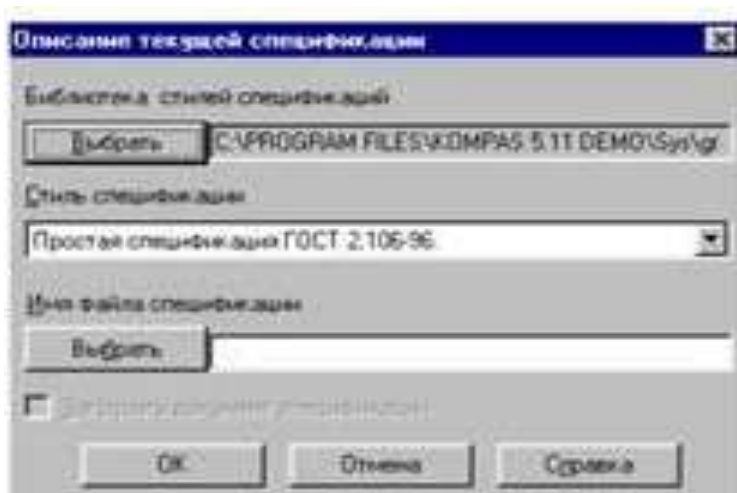

Рисунок 11.2– Описание текущей спецификации
3. В диалоговом окне Описание текущей спецификации убедитесь, что в качестве текущего стиля установлен стиль *Простая спецификация* ГОСТ 2-106.96 (рисунок 11.2).